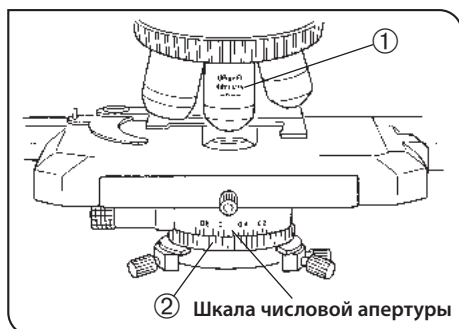

Рис. 45
**Апертурная ирисовая диафрагма (рис. 45 и 46)**
- Чтобы получить оптимальное изображение, настройте апертурную ирисовую диафрагму конденсора на значение от 70 до 80% NA ① (числовая апертура) используемого объектива.
- Совместите указатель на кольце апертурной ирисовой диафрагмы ② с значением шкалы от 70% до 80% числовой апертуры ① объектива (рис. 45).